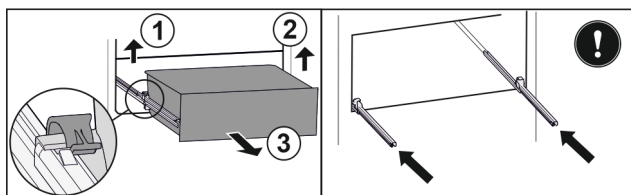

Fig. 46 *
- ▶ Zvedněte levou svorku a současně vytáhněte zásuvku vlevo dopředu Fig. 46 (1)*.
- ▶ Zvedněte pravou svorku a současně vytáhněte zásuvku vpravo dopředu Fig. 46 (2)*.
- ▶ Zásuvku odeberte směrem dopředu Fig. 46 (3)*.